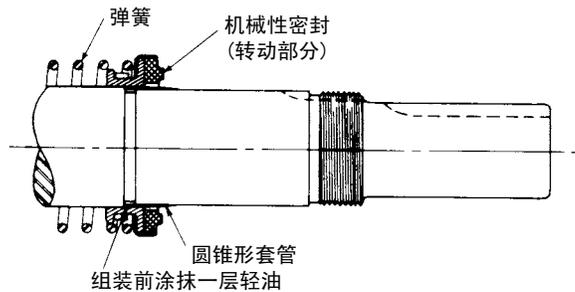

图11
4. 在泵轴上放置圆锥形安装套管、参见图11。套管配备有 G, GG, AS, AK, AL 机械性密封件备用件。在转轴、圆锥形安装套管、机械性密封转动部分内径上、涂抹足量的非碱性 SAE 30 重油。可以使用矿脂、但是不建议使用油脂。